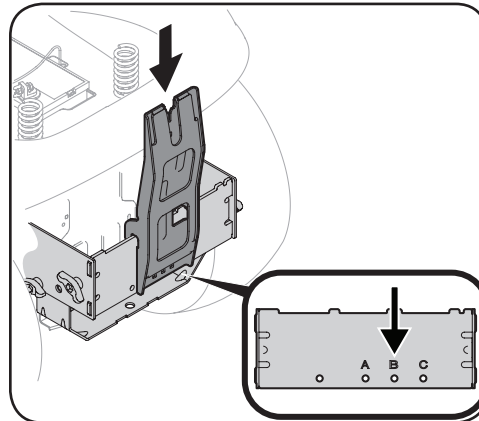

Figure 4-12
1. Inclinez le support de la goulotte supérieure légèrement vers l'avant et faites enclencher la partie avant du support sur le support des sacs collecteurs. Voir Figure 4-12 (1). Placez l'attache derrière la patte.
2. Faites enclencher la partie latérale du support de la goulotte supérieure sur le support de sacs collecteurs. Voir Figure 4-12 (2).